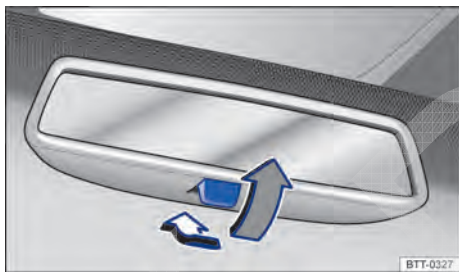

Fig. 108 No para-brisa: espelho retrovisor interno com antiofuscante manual.
- Para evitar o ofuscamento, puxar a alavanca para trás $\Rightarrow$ Fig. 108.